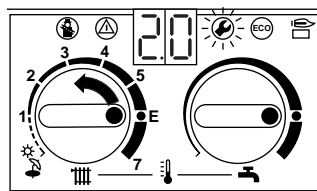

Fig. 52
- Girare il selettore d'impostazione della temperatura di mandata riscaldamento fino a quando appare la sigla „2.0“, dopo ca. 5 sec appare sul display la sigla „0.“ che rappresenta il modo di funzionamento normale (fig. 52).